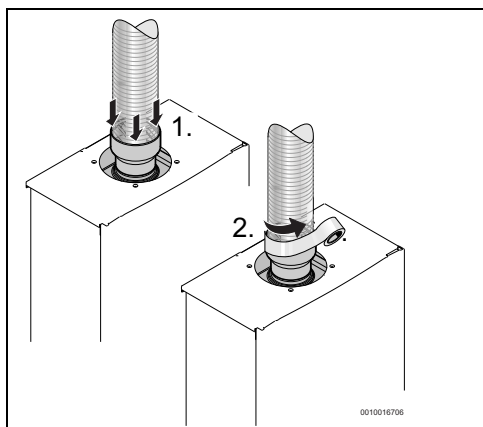

Fig. 22
- essere isolato con materiale adatto (Fig. 22)